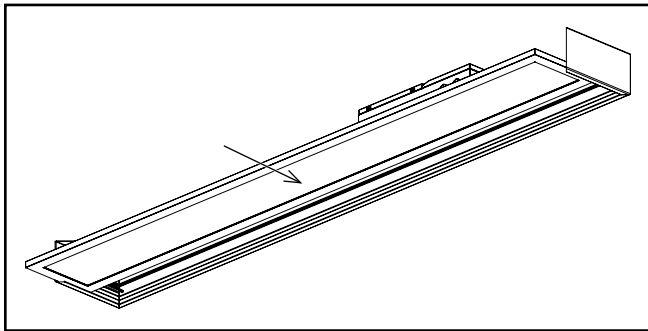

Figura 10.
- A10. Deslice la luminaria completamente en el canal a través del lado abierto. (Figura 10.)